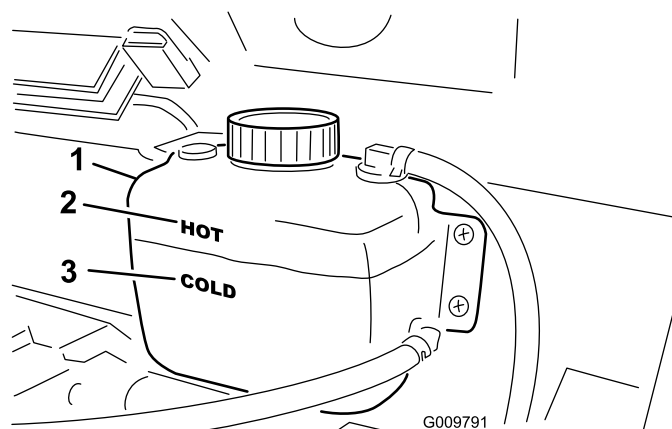

Рисунок 19
2. Проверьте уровень охлаждающей жидкости на стороне расширительного бачка (Рисунок 19). На холодном двигателе охлаждающая жидкость должна доходить до линии Cold (Холодная).